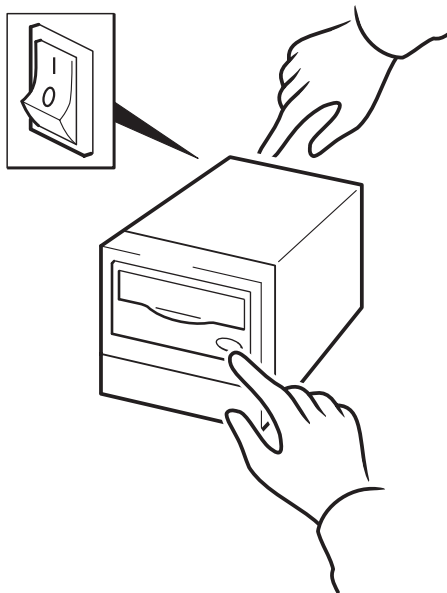

Figura 10b: usando o HP OBDR, etapa 2
- 2 Mantenha o botão de ejetar pressionado. Mantendo pressionado o botão de ejetar, ligue a unidade de fita (consulte a figura 10b). Essa ação ativa o processo HP One-Button Disaster Recovery. Libere o botão assim que as luzes de Fita e Limpeza piscarem alternadamente.